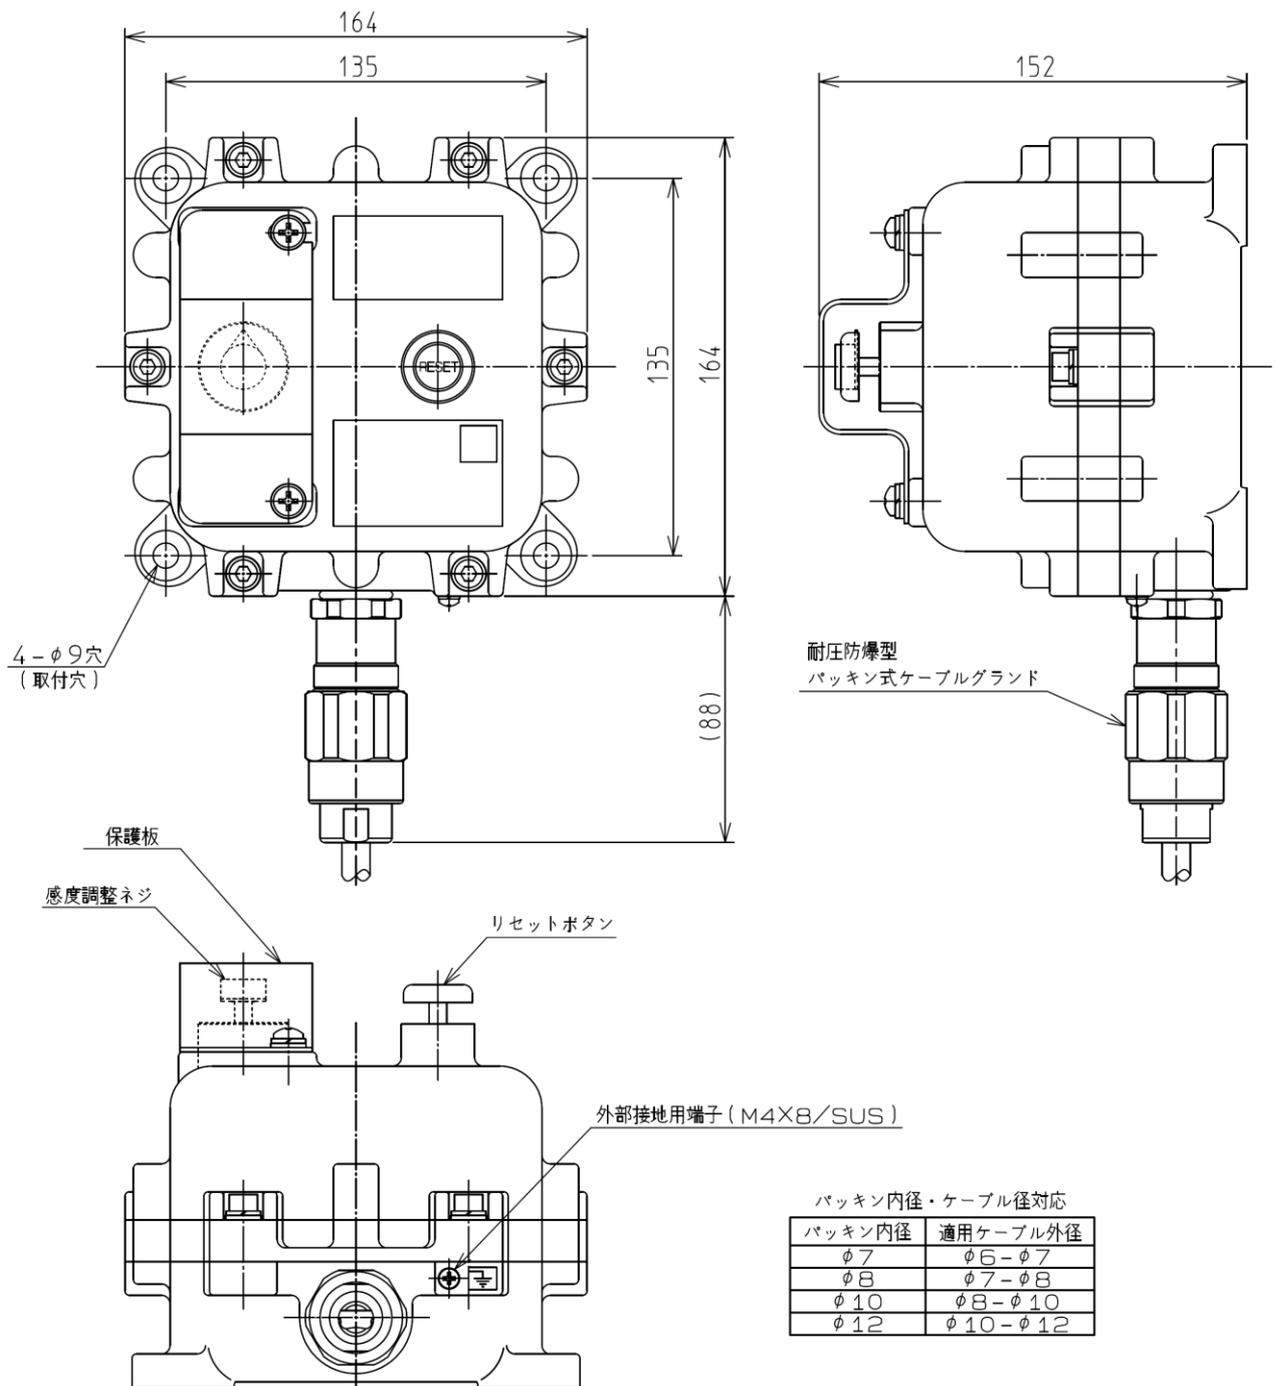
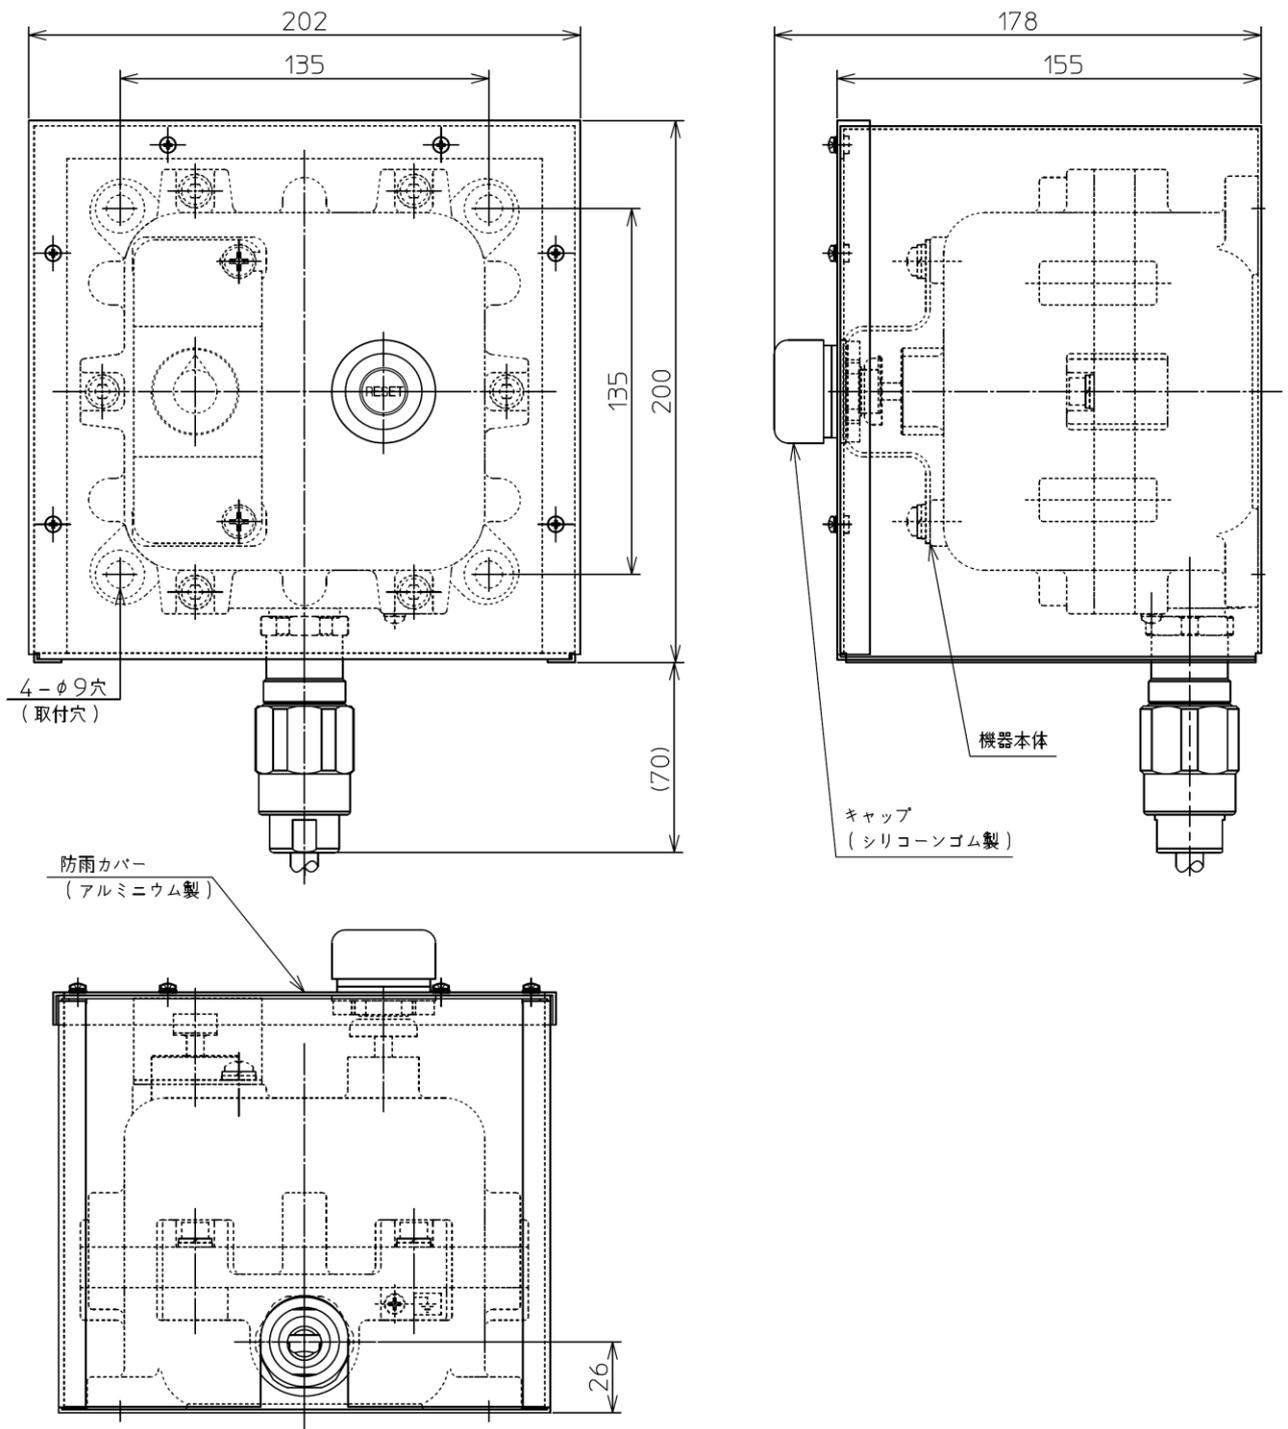

図 3-2 振動検出器本体外形寸法図
図 3-3 防雨カバー付 (オプション) 外形寸法図
13. 外形寸法 図 3-2、図 3-3 参照
- 注 3 : 本機器に付属の耐圧防爆型パッキン式ケーブルグランドを必ず使用してください。また、使用するケーブル径に対応した内部パッキンを使用してください。(図 3-2 参照)